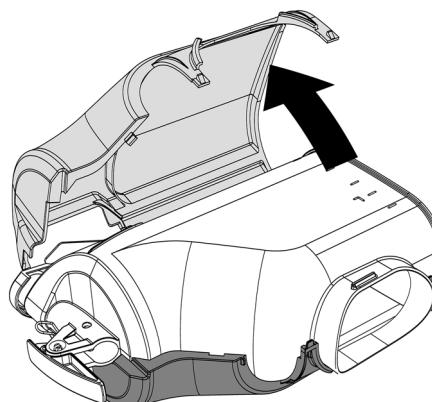
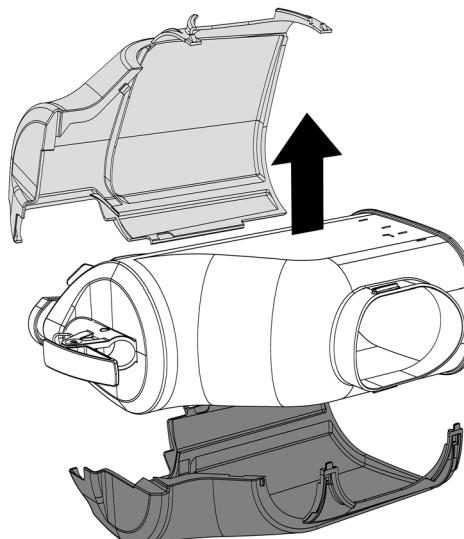

figura 14
figura 15
- 2 Quite la parte izquierda del recuperador y, a continuación, la derecha. (ver figura 14)(ver figura 15).